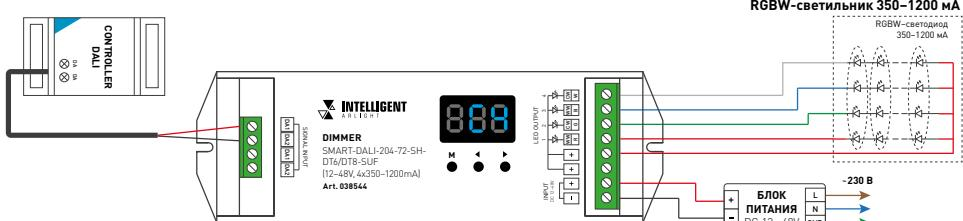

Рис.1. Пример схемы подключения диммера к светильникам [светодиодным модулям]
- 3.3. Подключите диммер согласно схеме на рис. 1.